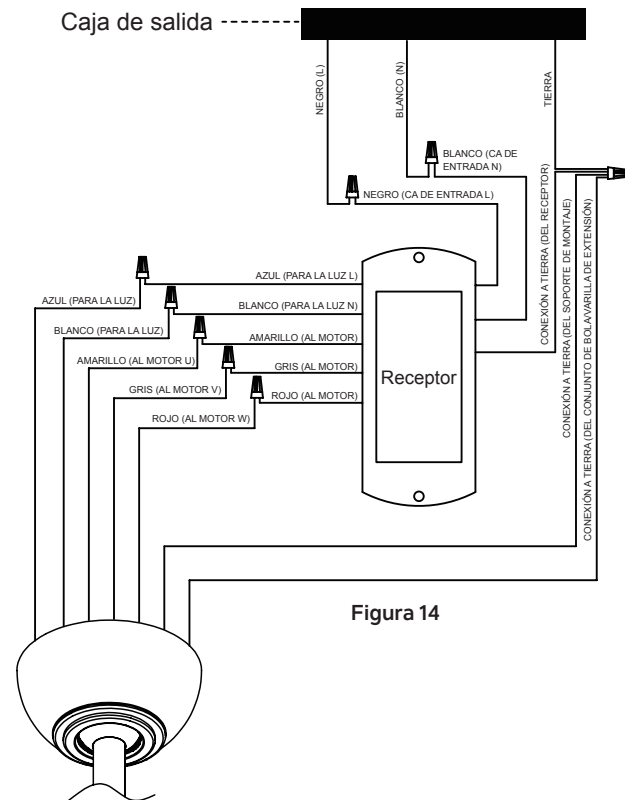

Figura 14
Realice cada una de las conexiones de cables ilustradas en la Figura 14. Asegure cada una con las tuercas para cables proporcionadas.
Paso 1. Conecte el cable AZUL (PARA LA LUZ) del ventilador al cable AZUL marcado “PARA LA LUZ L” del receptor. **(Figura 14)**
Paso 2. Conecte el cable BLANCO (PARA LA LUZ) del ventilador al cable BLANCO marcado “PARA LA LUZ N” del receptor. **(Figura 14)**
Paso 3. Conecte el cable AMARILLO (AL MOTOR U) del ventilador al cable AMARILLO marcado “AL MOTOR” del receptor. **(Figura 14)**
Paso 4. Conecte el cable GRIS (AL MOTOR V) del ventilador al cable GRIS marcado “AL MOTOR” del receptor. **(Figura 14)**
Paso 5. Conecte el cable ROJO (AL MOTOR W) del ventilador al cable ROJO marcado “AL MOTOR” del receptor. **(Figura 14)**
Paso 6. Conecte el cable NEGRO (L) de suministro de la caja de salida al cable NEGRO marcado “CA DE ENTRADA L” del receptor. **(Figura 14)**
Paso 7. Conecte el cable BLANCO (N) neutro de la caja de salida al cable BLANCO marcado “CA DE ENTRADA N” del receptor. **(Figura 14)**
Paso 8. Conecte los cables de CONEXIÓN A TIERRA (VERDE) del soporte de montaje, la bola de suspensión y el receptor a la CONEXIÓN A TIERRA (VERDE) o el CABLE DESNUDO (COBRE) de la casa. **(Figura 14)**